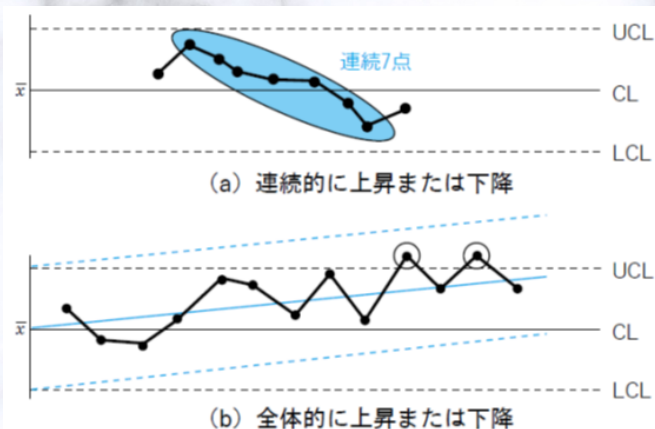

図8.6 傾向
- ① 点が連続して7点以上上昇、または下降する場合。
- ② 局部的には点が多少上がったたり、下がったりしていますが、全体として上昇、あるいは下降している場合。これらはいずれも傾向があるといい、「工程は異常である」と判定します（図8.6参照）。